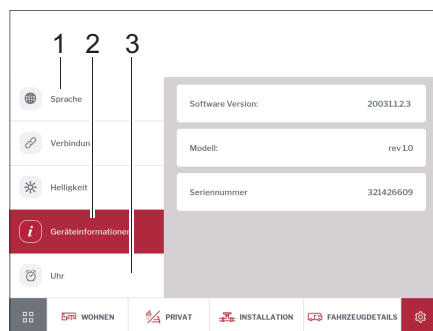

Fig. 292 Lingua, informazioni sul dispositivo, orario
- Digitare il pulsante *Lingua* (Fig. 292,1) e impostare la lingua di display desiderata.
- Digitare il pulsante *Ora* (Fig. 292,3) e impostare l'orario.
- Digitare il pulsante *Informazioni sul dispositivo* (Fig. 292,2). Vengono visualizzate alcune informazioni riguardanti il dispositivo (versione di software, modello e numero di serie).